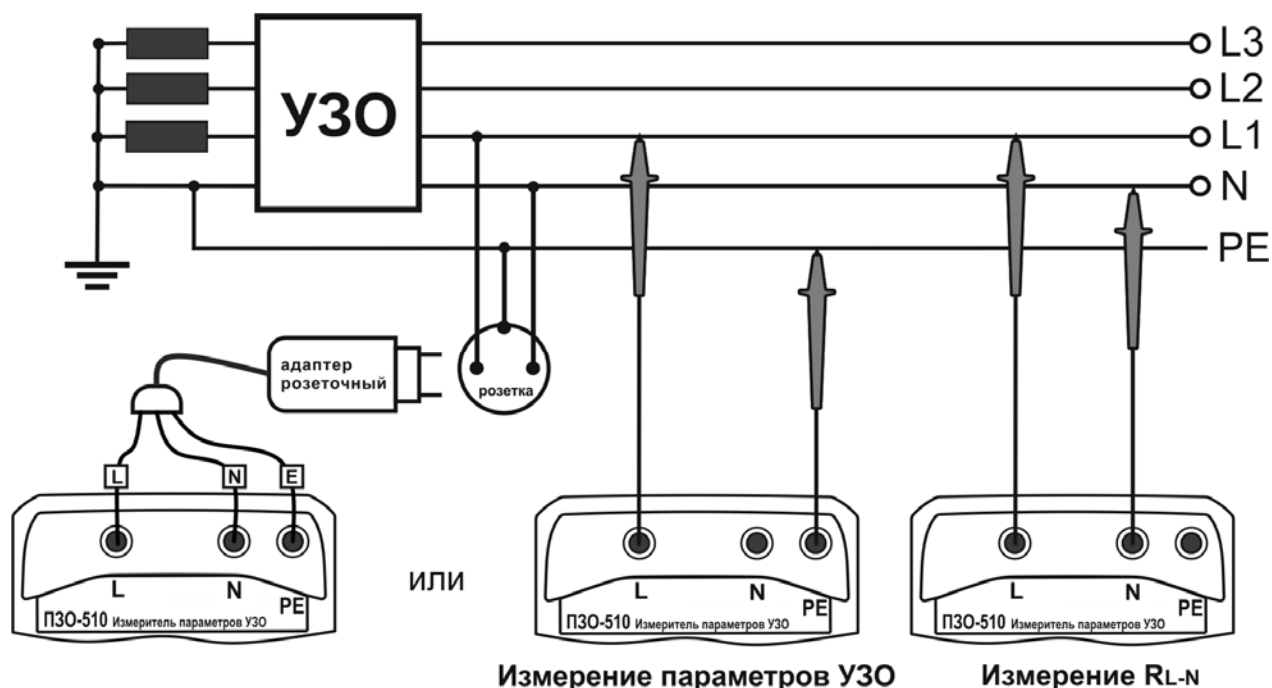

Рисунок 2.6 – Схема подключения при измерениях напряжения, параметров УЗО и сопротивления петли «фаза-нуль»
В меню прибора выберите тип УЗО (общее  или селективное  S) и максимально допустимое напряжение прикосновения (UL) 25В или 50В. Подключите прибор к сети (рис.2.6.), установите номинальный ток УЗО. Далее, как описано в п. 2.4.1, убедитесь в правильности подключения прибора, работоспособности УЗО и безопасности линии, проведя несколько измерений, например, тока и времени срабатывания УЗО на переменном токе.